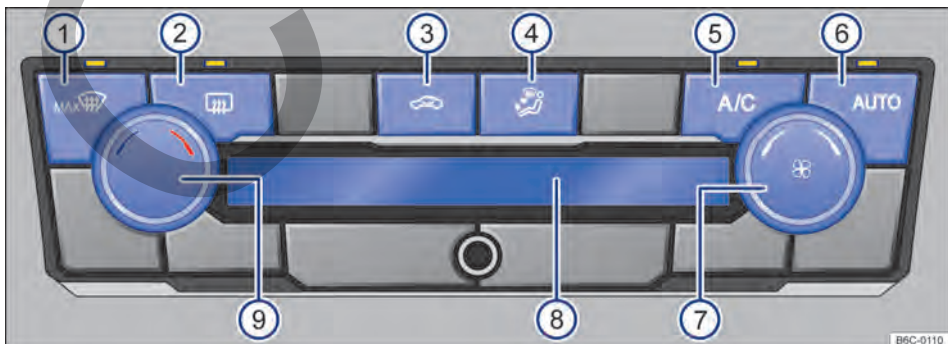

Fig. 82 Comandos del Climatronic.
- *Climatronic*: girar el regulador del ventilador a la izquierda hasta el tope → fig. 82 (7).
Con la tecla **AUTO** → fig. 82 (6) se puede encender el modo automático del Climatronic.
El modo automático garantiza temperaturas constantes dentro del vehículo. La temperatura del aire, el volumen de aire y la distribución de aire se regulan automáticamente. El funcionamiento automático se apaga cuando la ventilación se cambia manualmente o con el cambio de la distribución de aire mediante la tecla → fig. 82 (4) presionar.
- *Climatronic*: girar el regulador giratorio izquierdo → fig. 82 (9).
En el display del Climatronic → fig. 82 (8) se indica la temperatura ajustada.
- *Climatronic*: girar el regulador del ventilador → fig. 82 (7).
- *Climatronic*: presionar la tecla → fig. 82 (4) a la posición deseada, la distribución seleccionada se indicará en el display (8).
- *Climatronic*: presionar la tecla **MAX** → fig. 82 (1).